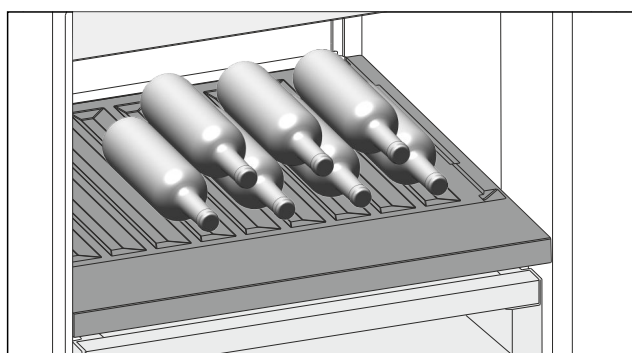

Fig. 178 Immagine a titolo di esempio
- Inserire le bottiglie con il fondo rivolto verso la parte posteriore. (vedere Fig. 178)